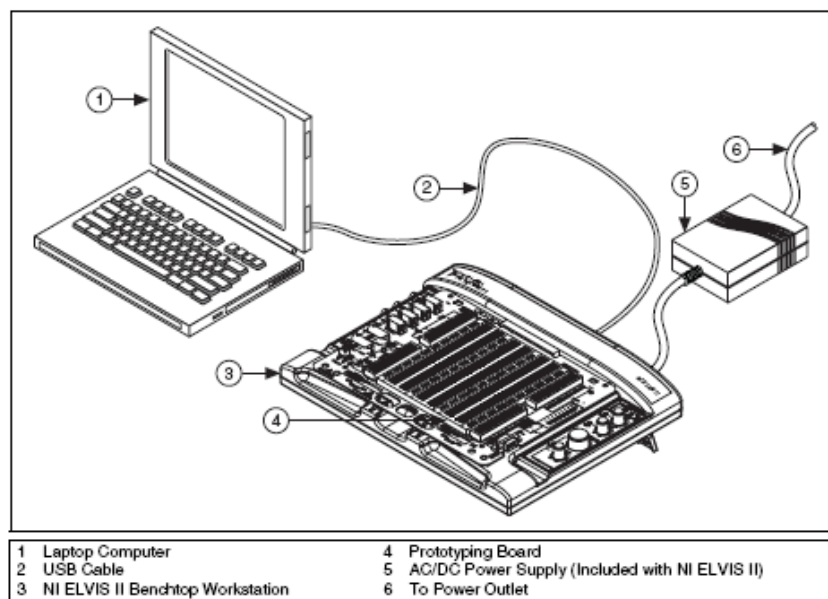

Figure 3.
- 3) Mover a la posición de encendido el interruptor en la parte superior del ELVIS. (Figure 3)